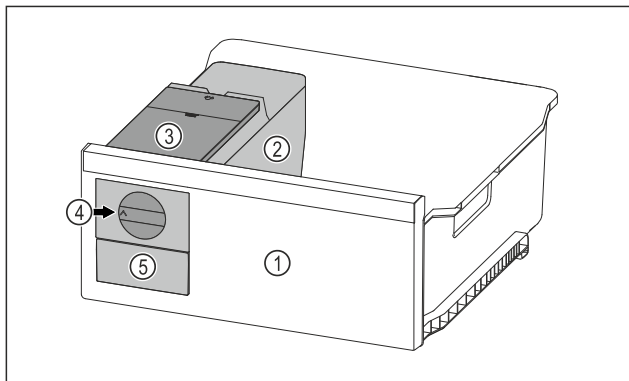

Fig. 66 Príklad zobrazenia
- ▶ Otočný gombík Fig. 66 (4) otočte v smere hodinových ručičiek až na doraz.
- ▷ Kocky ľadu vypadávajú z misky na kocky ľadu do zásuvky na kocky ľadu Fig. 66 (5).